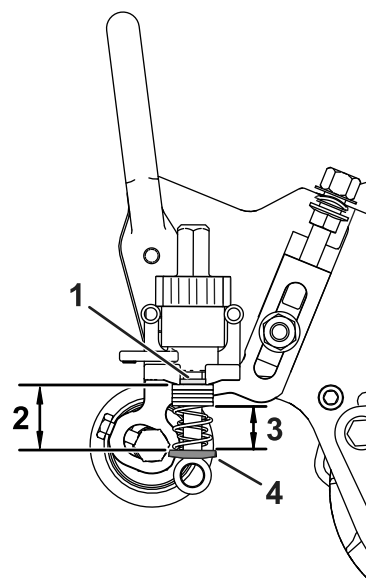

Figura 16
- Măsurai distanțele dintre aibe (lungimea curentă a arcului) aa cum este indicat în Figura 16.